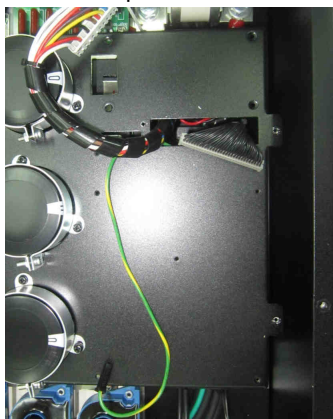

Рис. 7.17. Правильное расположение шлейфов и провода заземления поле установки блока конденсаторов.
7.15.4. Вкрутить на два-три оборота винты 1 (рис.7.17), предварительно надев на них свободные наконечники соответствующих снабберных конденсаторов, а также наконечник провода «VC-» на винт фазы «R», и провод черного цвета (вывод «-» кабеля платы предохранителей) к винту фазы «Т».
7.15.5. Присоединить провода «VCN» и «VC+» к выводам шины ЗПТ в верхней части (рис.7.17).